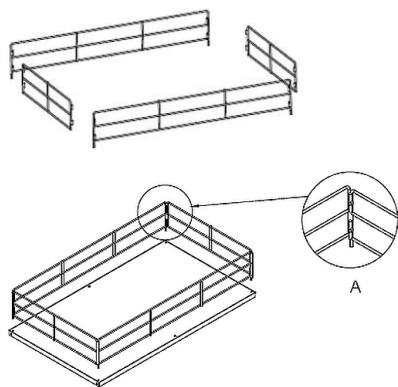

Fig. 1
1. Primero, monte las barras del estante superior. Conecte las barras mediante travesaños (Fig. 1 A).